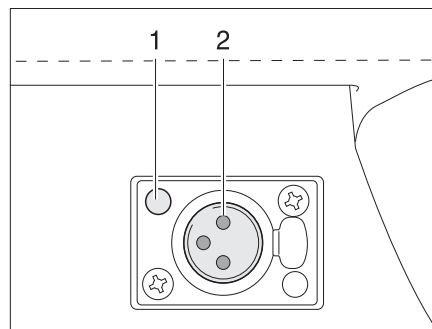

Fig. 108 Prise de courant
- Insérer la fiche située au pied de la lampe pour prise dans la prise de courant (Fig. 108,1) jusqu'à ce qu'elle se verrouille de manière audible. Ce faisant, veiller à la position des contacts (Fig. 108,2).